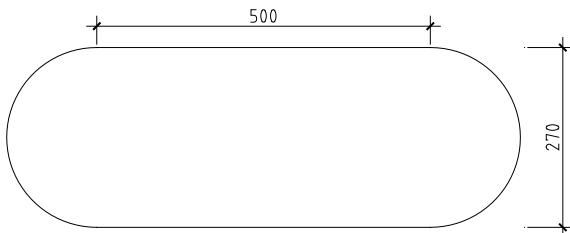

图3-33 绘制多段线
- 02 单击“绘图”工具栏“多段线”按钮, 绘制茶几，如图3-33所示，命令行操作如下。